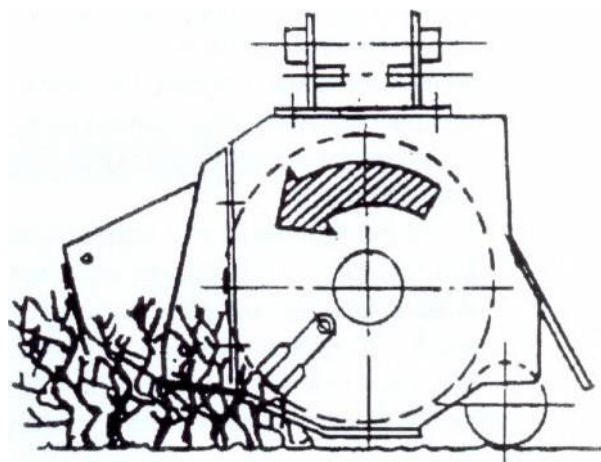

РИС. 35
- Чтобы отрезать кусты, палки и ветви, направление вращения показано на рис. 35.